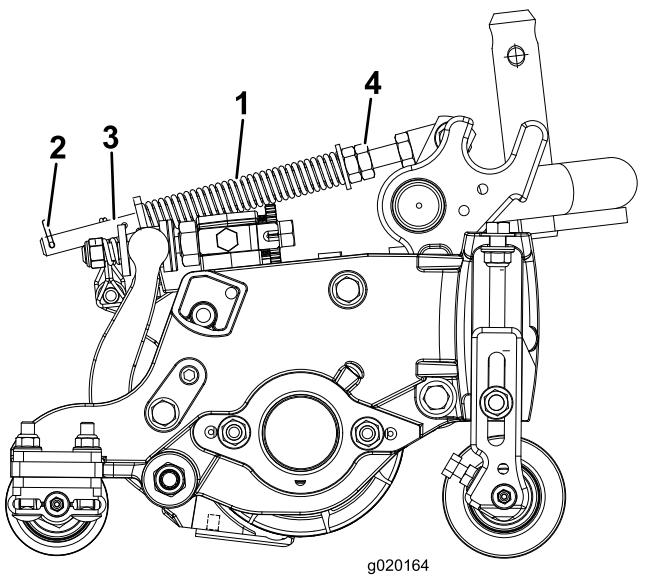

Figura 12
El muelle de compensación del césped (Figura 12) transfiere peso del rodillo delantero al trasero. Esto ayuda a reducir el patrón de ondulación en el césped.
- Asegúrese de que el pasador de horquilla está instalado en el taladro del extremo de la varilla del muelle (Figura 12).
- Apriete las tuercas hexagonales del extremo delantero de la varilla del muelle hasta que la longitud comprimida del muelle sea de 12,7 cm (Figura 12).